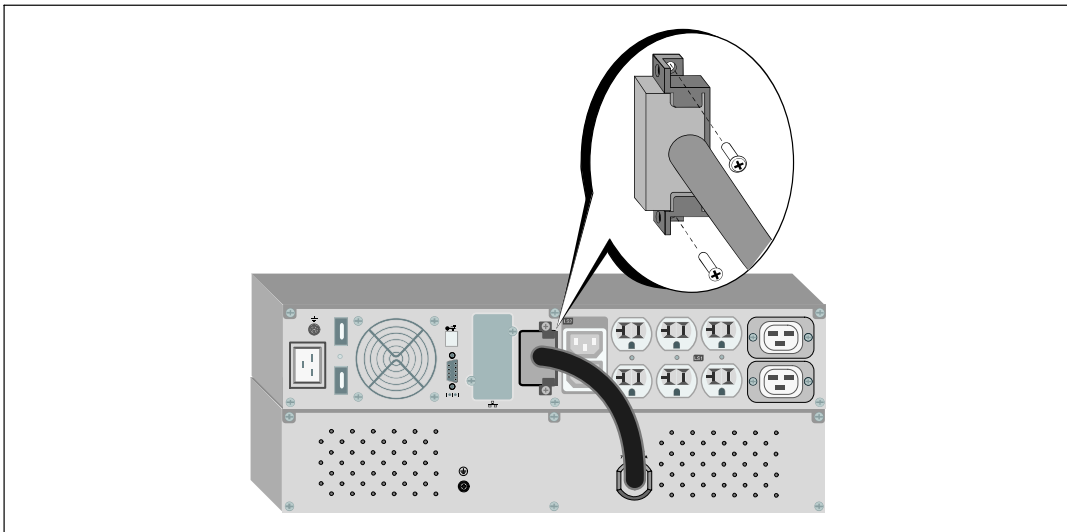

Figure 28. Installation de l'EBM pour les modèles d'onduleurs 1920□2700W seulement
- 3 Branchez le câble de l'EBM dans le connecteur des batteries de l'onduleur (voir Figure 28).